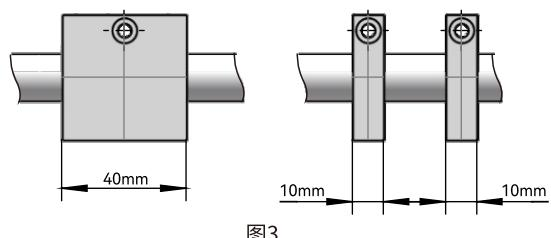

图3
2. 在装夹范围有限情况下,可通过,将单边单支撑架形式改变为成本更低、设计改动较小的单边双支撑架的形式。(图3)
3. 通过对(图3)的双支撑架的中心孔平行度调整达到矫正轴棒式直线电机扰度的目的。